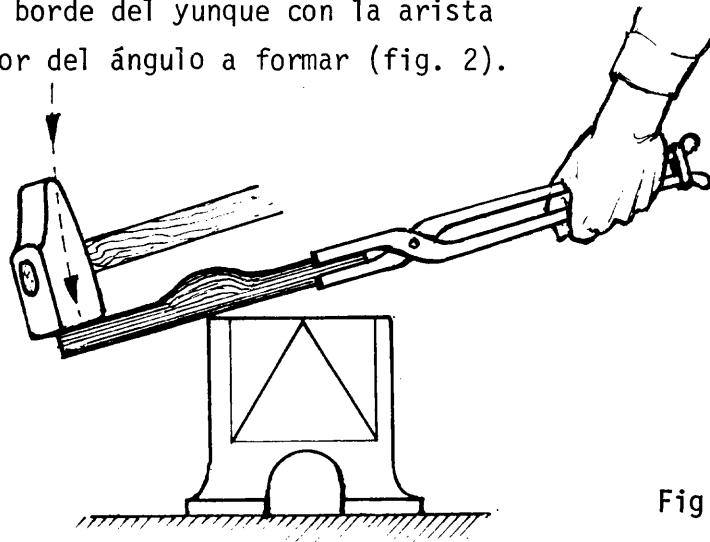

Fig. 2
- ___ a Coloque la cara plana contra el borde del yunque. Haga coincidir el borde del yunque con la arista interior del ángulo a formar (fig. 2).